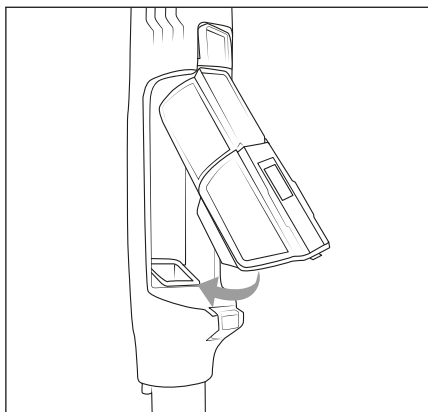

Abb. 21
- 16) Setzen Sie zuerst den HEPA-Filterbehälter **5** und dann den Staubbehälter **7** in das Gerät (siehe Abb. 21). Achten Sie darauf, dass der Staubbehälter **7** hörbar im Gerät einrastet.